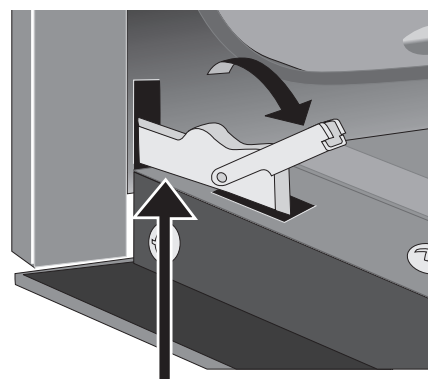

Figure 87: Déverrouillez les charnières pour retirer
2. Abaissez complètement les verrous des charnières de gauche et de droite du cadre du four vers la porte du four (Figure 87). Vous pourriez avoir besoin d'un petit tournevis à tête plate.